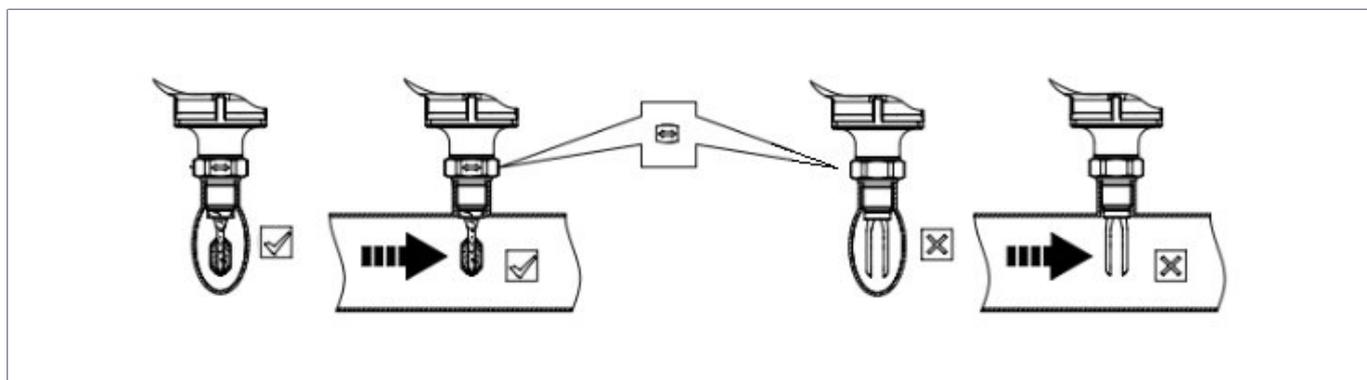

Рисунок 10 – Установка сигнализатора на трубопровод
- положение вилки должно быть правильно отрегулировано (см. рисунок 10), стрелки на корпусе должны совпадать с направлением потока среды, чтобы обеспечить свободный проход среды;